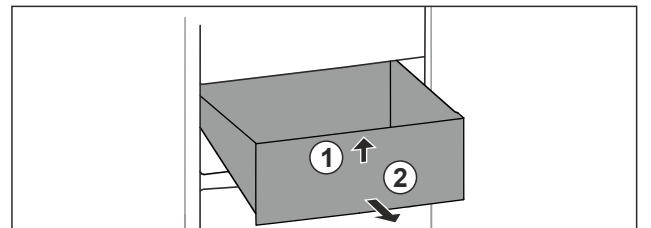

Fig. 93
- ▶ Emelje meg a fiók elejét. Fig. 93 (1)
- ▶ Vegye ki a fiókot előrefelé. Fig. 93 (2)